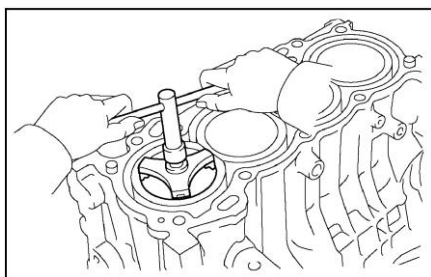

Рисунок II-190
1) Удалите нагар с верхней части цилиндра при помощи развертки отверстия цилиндра. ((см. Рисунок II-190)